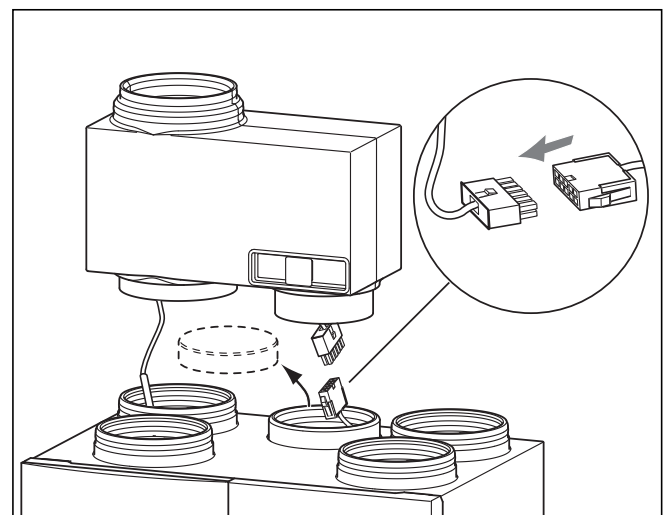

Fig. 4.10 Elektrisk tilslutning bypass
- Fjern den midterste lufttilslutnings prop ved at trykke den op indefra (se fig. 4.10).
- Løsn kablet med den 10-polede stikliste fra kabinetvæggen, og forbind stikket fra bypassen med stiklisten (fig. 4.10).
- Skub bypassen ind hhv. over de to udelufttilslutninger på enheden iht. fig. 4.10.